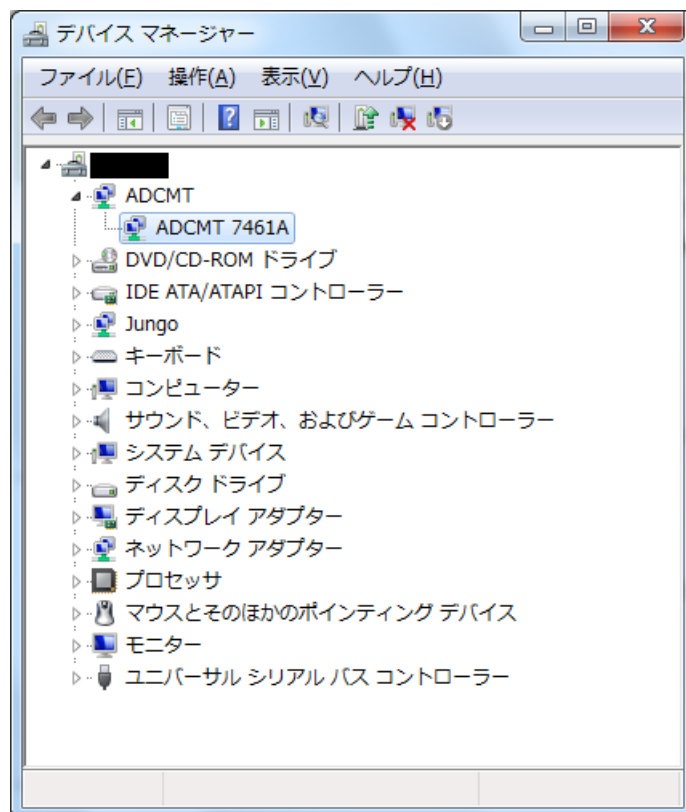
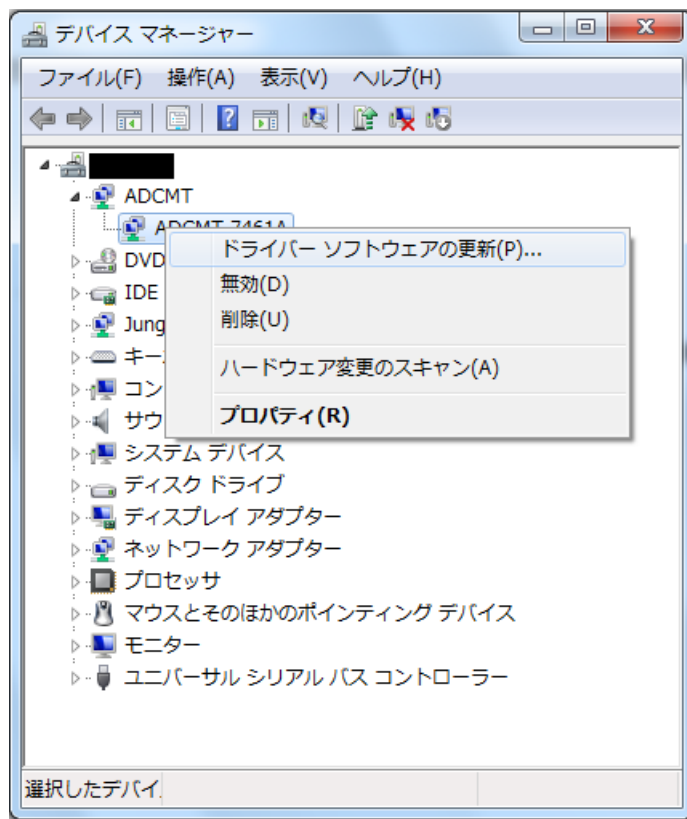

図 2-1
図 2-2
ADC 計測器 USB ドライバを認識している場合にはツリー構造で、ADCMT の下に（図 2-1）接続した測定器が表示されます。
- ① デバイス・マネージャの画面を表示 (図 2-1) し、変更する測定器を選択して右クリックすると、図 2-2 画面の表示になります。